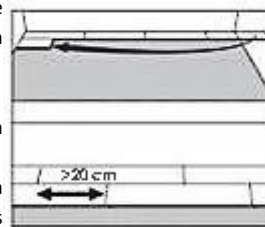

Bild 1
7. Börja från **vänster** och lägg försiktigt den första plankan på plats med tungan vänd mot väggen (**bild 1**).